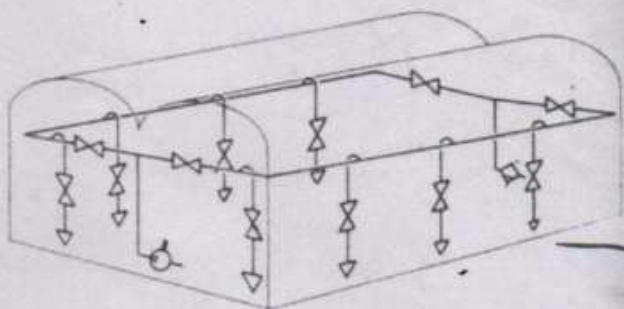

Fig. 1:
- 1) En circuito cerrado (Fig. 1)